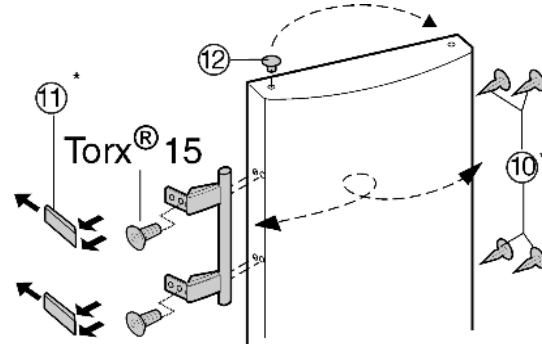

Fig. 8
▶ Estrarre il tappo Fig. 8 (12) dall'alloggiamento del supporto della porta e spostarlo.
▶ Smontare la maniglia della porta, i tappi Fig. 8 (10) e le piastre di spinta Fig. 8 (11) e spostare sul lato opposto.